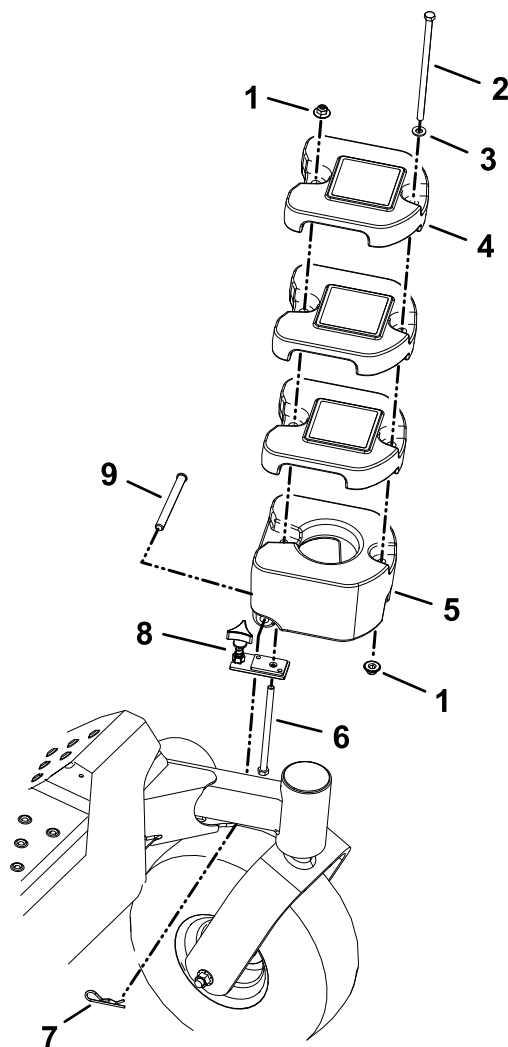

Figure 4
1. Insérez le boulon ($\frac{3}{8}$ x 6 $\frac{1}{2}$ po) dans le trou sur le côté inférieur du support et l'arrière de la masse amovible de 20,4 kg (45 lb) (Figure 4).
2. Fixez le bas du support au bras de la roue pivotante au moyen d'une goupille fendue et d'un axe de chape (Figure 4).
3. Serrez le bouton sur le bloc de masses jusqu'à ce qu'il soit solidement fixé au bras de la roue pivotante (Figure 4).
4. Placez trois masses de 9,1 kg (20 lb) sur le boulon en les empilant solidement sur la masse de 20,4 kg (45 lb) (Figure 4).
5. Fixez l'arrière du bloc de masses avec un contre-écrou ($\frac{3}{8}$ po), comme montré à la Figure 4.
6. Insérez le boulon ($\frac{3}{8}$ x 8 po) et la rondelle par le haut des trous avant du bloc de masses, et fixez le tout avec un contre-écrou ($\frac{3}{8}$ po), comme montré à la Figure 4.